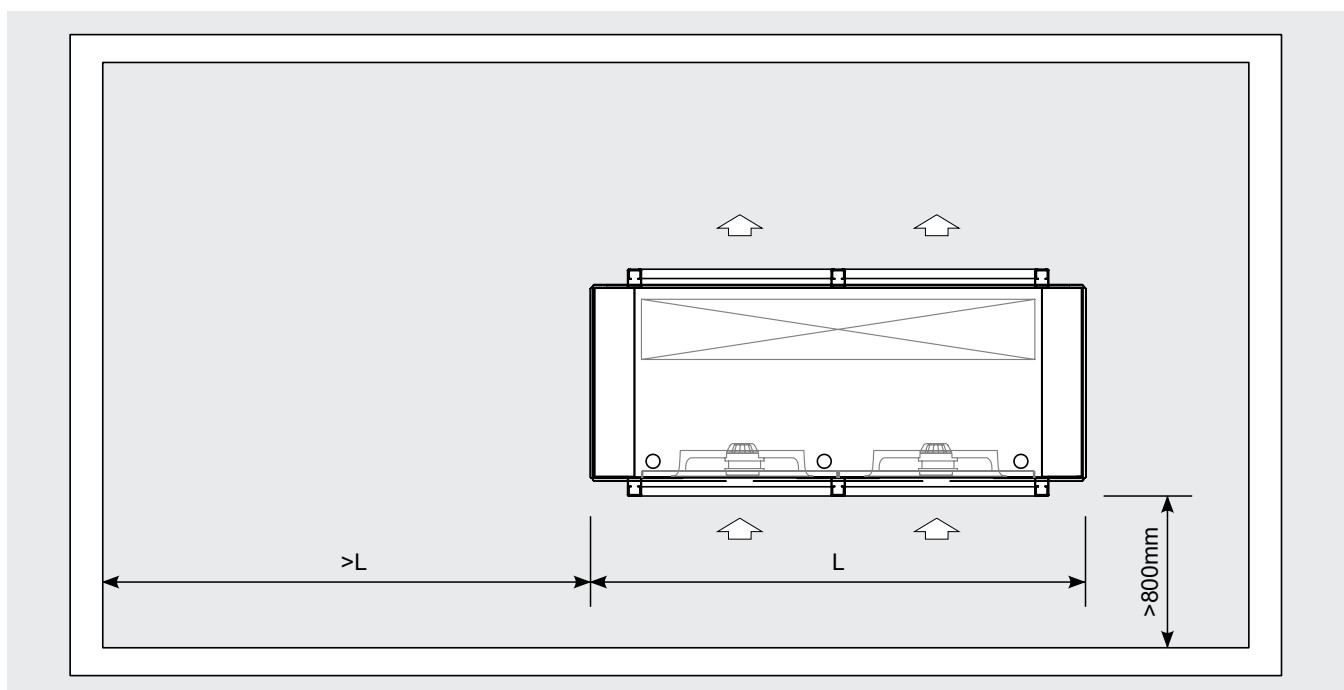
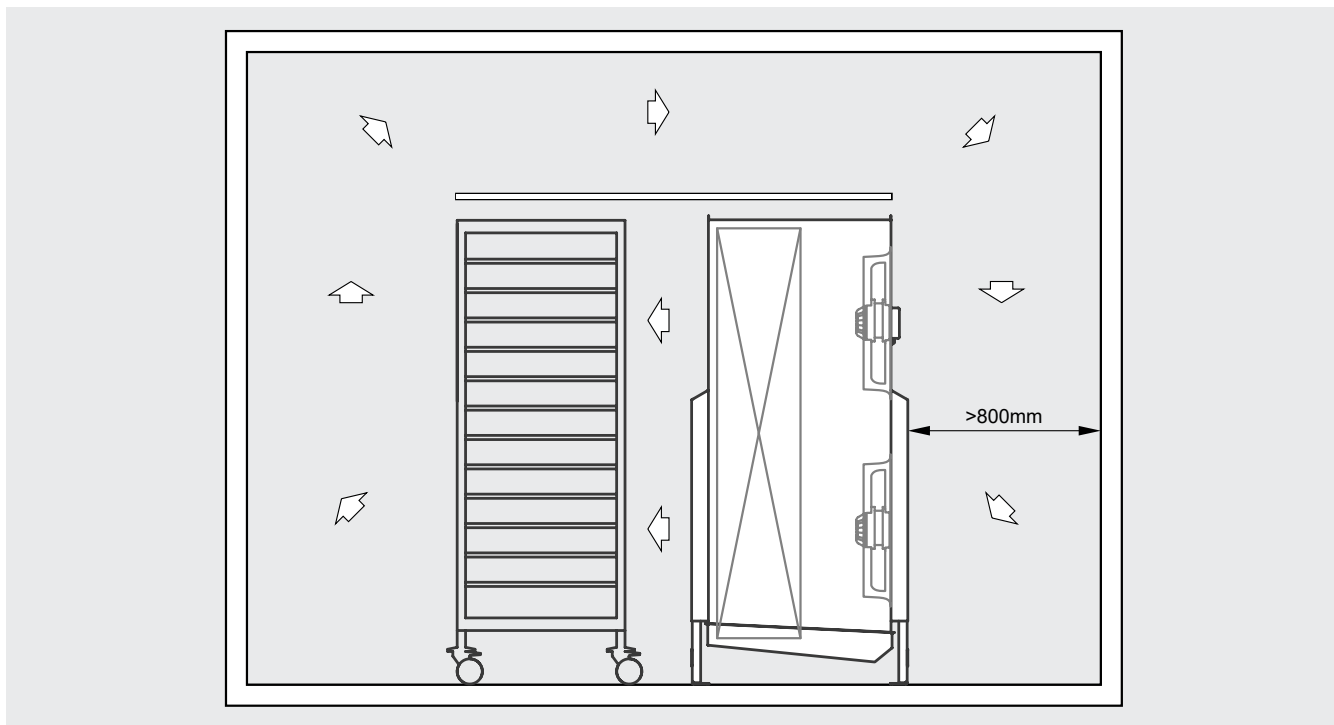

Abbildung 3
Abbildung 4
- 6.9 Sorgen Sie für ein ausreichendes freies Volumen (ca. 30% des Innenvolumens der Zelle) für eine ordnungsgemäße Luftzirkulation am Ein- und Auslass. Sie den Mindestabstand ein, um die Heizgeräte herausnehmen/einsetzen zu können. Siehe Abbildung 3 und Abbildung 4.